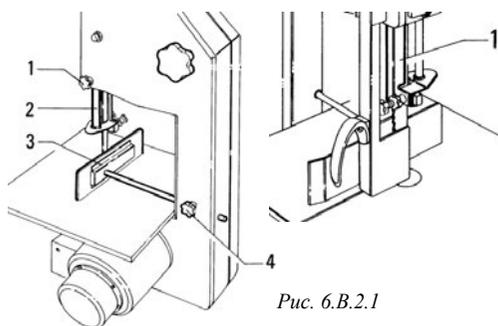

Рис. 6.В.2.1
- В зависимости от высоты продукта, который необходимо разрезать, требуется отрегулировать направляющую защиты «2», рис. 6.В.2.1.